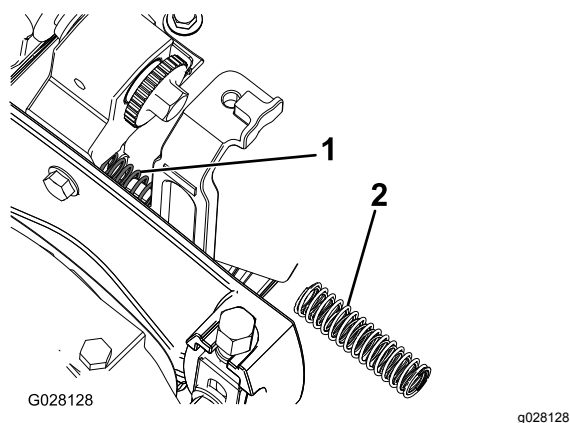

**Figura 6**
4. Rimuovete i 3 bulloni che fissano il gruppo di trasmissione a cinghia all'apparato di taglio, se presente, e rimuovete l'intero gruppo (Figura 6).
11. Inserite l'altra estremità dell'albero grooming nella piastra di supporto di sinistra (Figura 6).
- A. Installate il gruppo di trasmissione a cinghia utilizzando i bulloni rimossi in precedenza e assicuratevi che la piastra laterale ruoti liberamente (Figura 6).